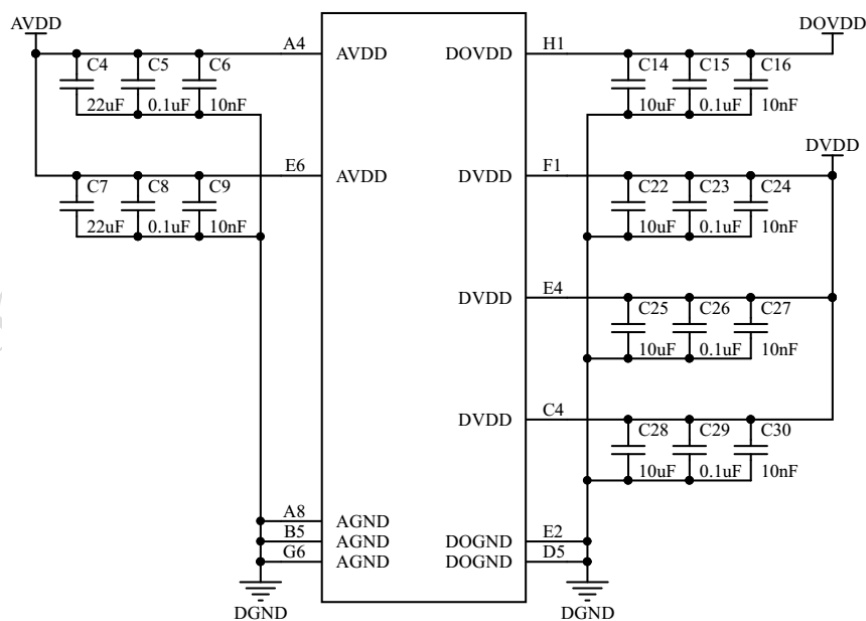

图 3-2 电源供电和滤波连接方式
- a) 如果性能优先，可参考以下：AVDD 必须单独外接 2.8V 电源，在每路电源供给芯片靠近引脚处需要分别放三个电容（推荐电容组合 22uF+0.1uF+10nF。如布线困难，可以采用 22uF+10nF 组合）。DOVDD 外接 1.8V 电源，在每路电源供给芯片靠近引脚处需要分别放三个电容（推荐电容组合 10uF+0.1uF+10nF。如布线困难，可以采用 10uF+10nF 组合）。DVDD 外接 1.5V 电源，在每路电源供给芯片靠近引脚处需要分别放三个电容（推荐电容组合 10uF+0.1uF+10nF。如布线困难，可以采用 10uF+10nF 组合），分别滤除低频和高频的电源纹波。电容大小可参考图 3-2 提供的电容大小数据；